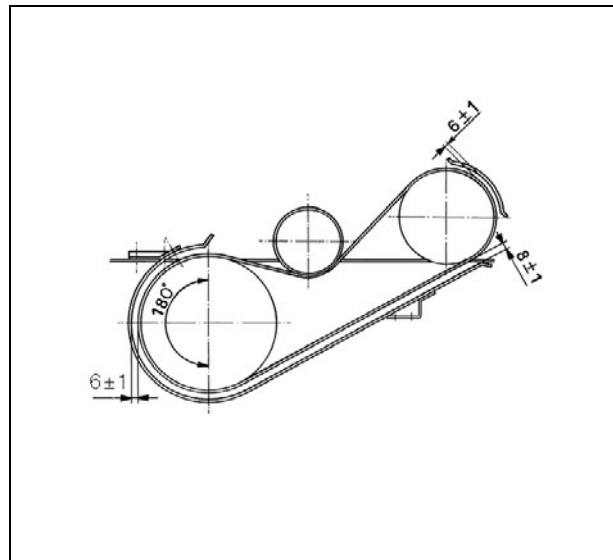

Рисунок 39
- После установки направляющих ремня отрегулируйте их, как показано на (Рис. 39).